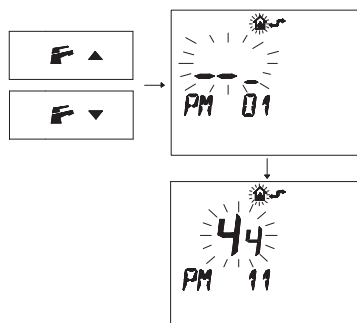

Figura 5.58
- Premere i pulsanti  o  per visualizzare la programmazione "PM11" della postcircolazione pompa (Figura 5.58).